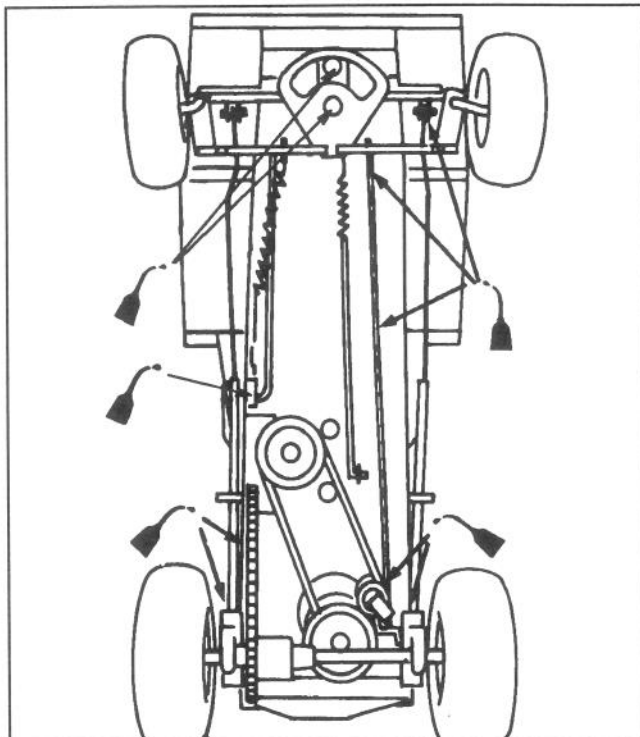
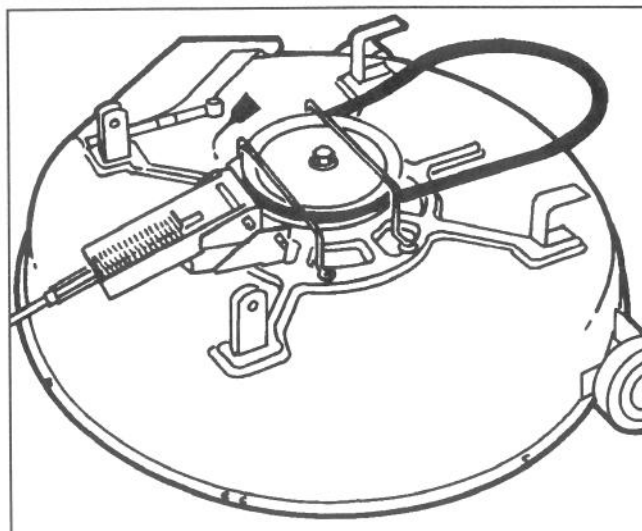

Abbildung 13
Abbildung 14
7. Die Gelenkpunkte an Lenkung, Antrieb, Bremse, Kupplung und Mähwerk-Gestänge mit einem leichten Maschinenöl ölen (Abb. 13). Ebenfalls das Mähwerk einölen (Abb. 14). Überflüssiges Öl abwischen.